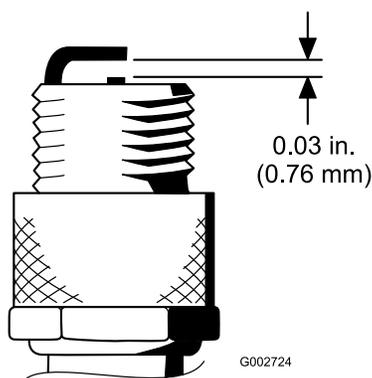

Bild 50
4. Stellen Sie den Abstand zwischen der mittleren und seitlichen Elektrode auf 0,76 mm ein (Bild 50).